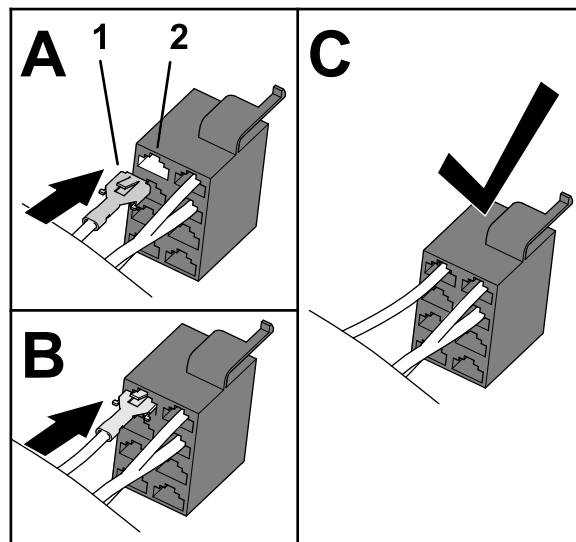

Figure 30
4. Insérez la borne dans la douille 1 du connecteur à 8 douilles du commutateur d'éclairage, comme montré à la Figure 30.